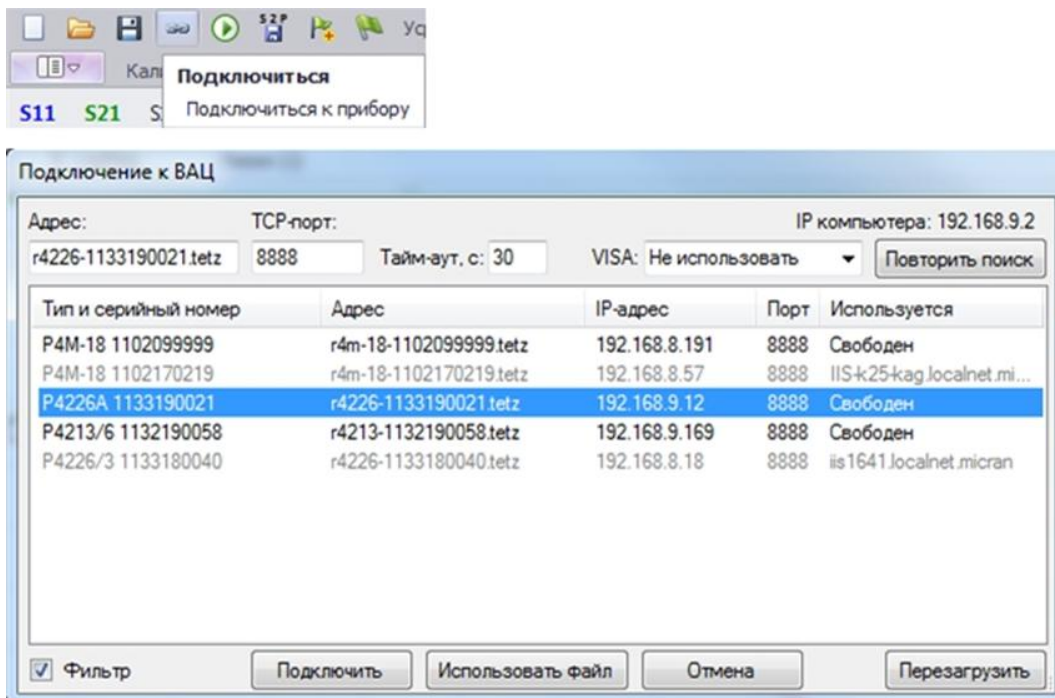

Рис. 17. Подключение к ВАЦ
3. Осуществите подключение к прибору (рис. 17);